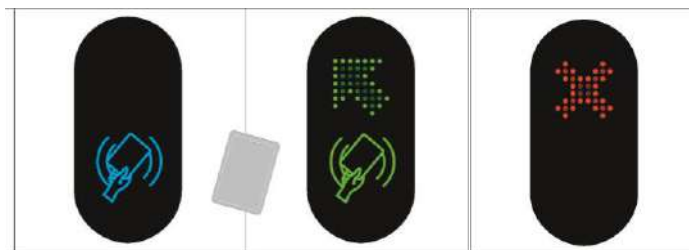

Рис. 6 - Отображения статуса турникета на индикации
1.4.1.2 Статус турникета (Рис.6) отображают платы индикации **1,2**, установленные на элементы рамы тумбы. Постоянно светящаяся синяя индикация означает исходное состояние турникета. При попытке несанкционированного прохода начинает мигать красная индикация, включается звуковой сигнал. При поступлении команды открыться, сигнал трансформируется в зеленую стрелку со стороны разрешенного прохода. Если попытка несанкционированного прохода происходит при открытых створках, то створки закроются, если в зоне движения створок нет никаких преград.